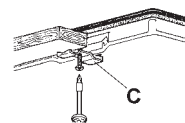

Fig.6
- Sæt kogepladen ned i den åbning, der blev lavet i køkkenelementet, og fastgør den med skruer i fastgøringshæfterne C (fig. 6).